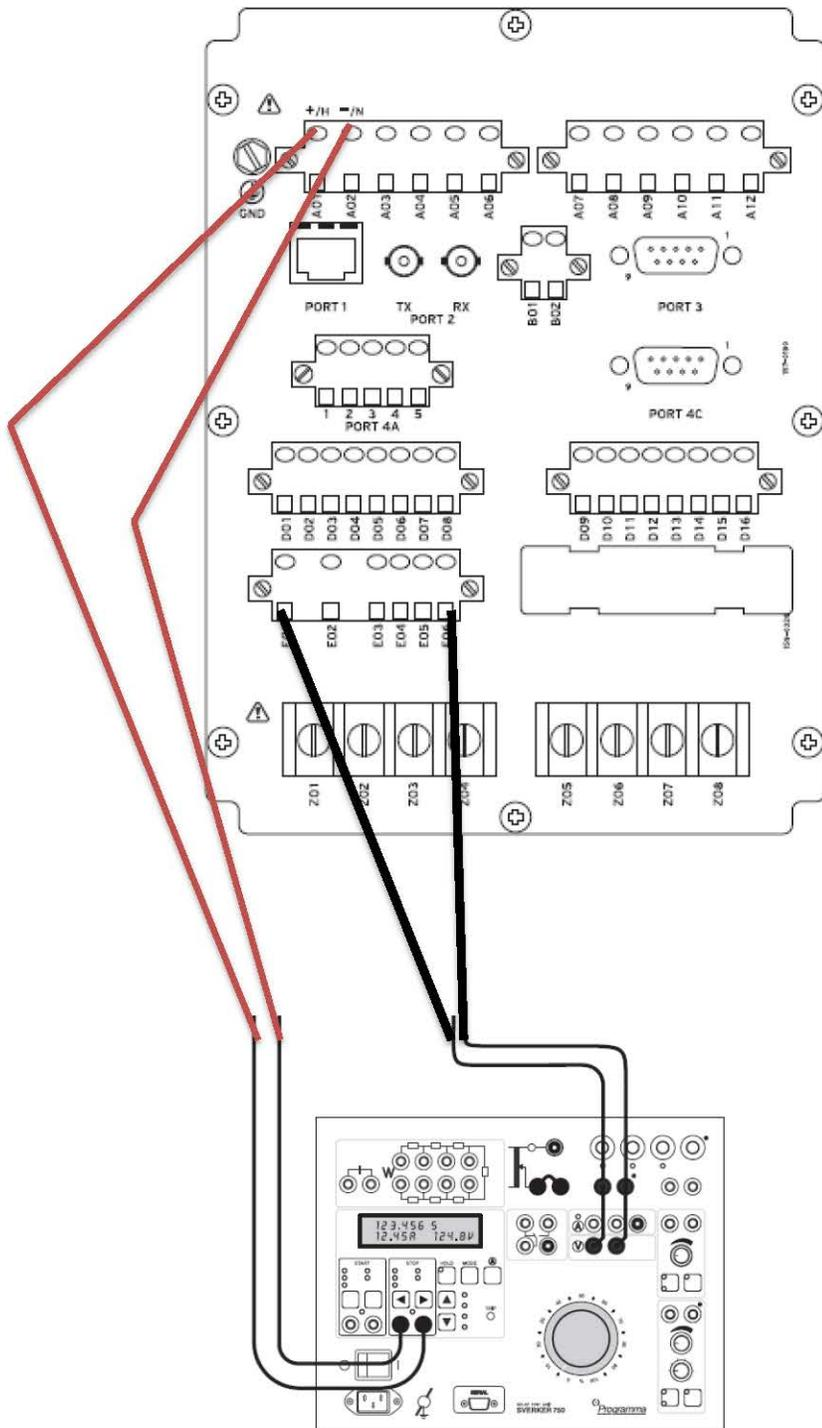

Figura 3G
- Abra el software de relé "AcSelerator" y establezca los valores según sus requisitos, tomé la configuración del 105%, lo que significa que cuando nuestro lado secundario 52,5 Hz (la frecuencia que tenemos es de 50 Hz), el relé se activará. Necesitamos conectar los cables de prueba al puerto E del kit de prueba según la figura 3G.